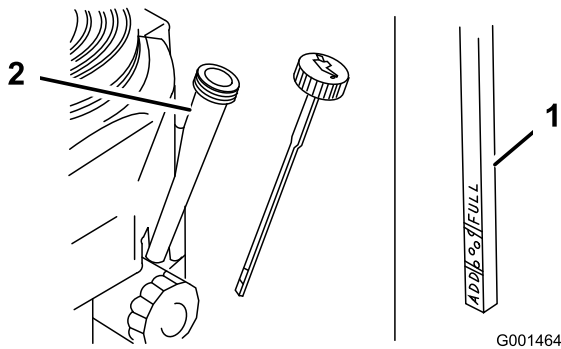

Figure 26
4. Nettoyez la surface autour de la jauge d'huile (Figure 26) pour éviter que des impuretés tombent dans l'orifice de remplissage et endommagent le moteur.
5. Dévissez la jauge d'huile et essuyez soigneusement son extrémité (Figure 26).
6. Remettez la jauge au fond du tube de remplissage, mais sans la visser (Figure 26).
8. Versez avec précaution environ 80 % de la quantité d'huile spécifiée dans le goulot de remplissage (Figure 26).